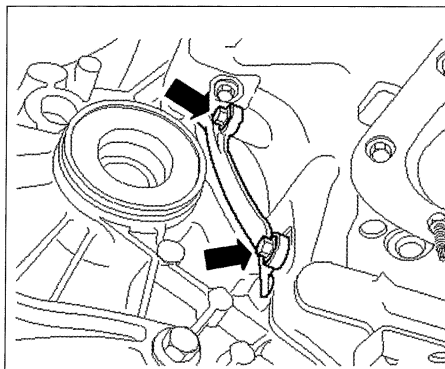

FIG. 7
- los tornillos de recubrimiento del cárter de embrague (fig. 7).